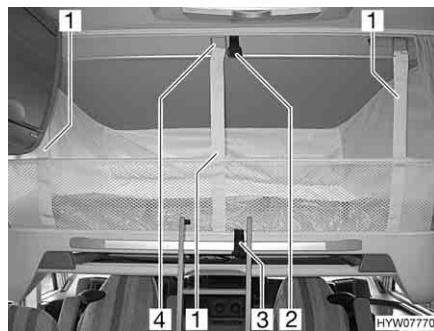

Bild 104 Hubbett mit aufgespanntem Sicherungsnetz
- Sicherungsgurt (Bild 104,3) lösen.
- Sicherungsgurte (Bild 104,1) lösen und Sicherungsnetz unter die Matratze legen.
- Hubbett mit Sicherungsgurt (Bild 104,3) am Dach (Bild 104,2) sichern.
- Die Sicherungsgurte (Bild 104,1) in die Haken (Bild 104,4) an der Decke einhängen.